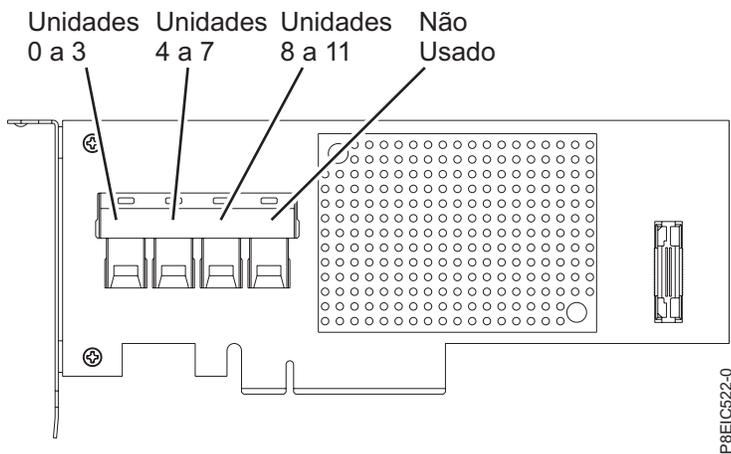

Figura 46. Cabeando o adaptador RAID SAS/SATA PCIe3 low-profile 6 Gb (FC EC3Y - PMC 71605E)
- a. Conecte os cabos de sinal para a unidade de disco ao adaptador RAID antes de instalar o adaptador. Consulte a Figura 46 na página 42.